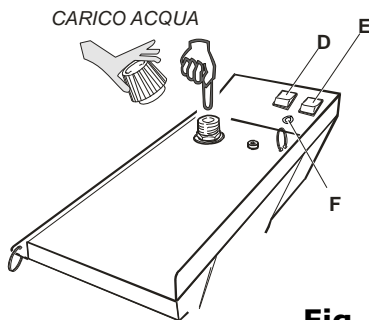
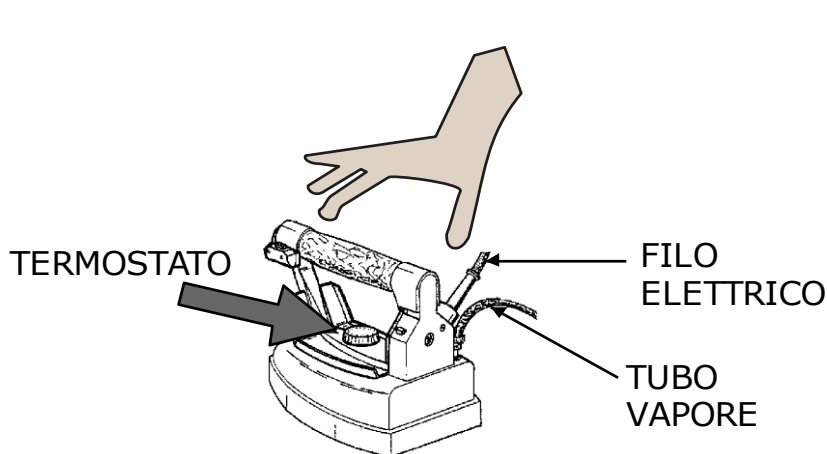

Fig. 4
Fig. 5
6. Svitare il tappo valvola dal PROMETEO (fig. 4), riempire con la quantità desiderata d'acqua la caldaia prestando attenzione che non trabocchi. Riavvitare il tappo prendendolo per la parte in plastica con l'avvertenza di non serrarlo troppo altrimenti si rovina la guarnizione (vedi capitolo 7).
8. Accendere l'interruttore della caldaia (fig. 4 E), l'interruttore del ferro (fig. 4 D) e portare il volantino termostato del ferro da stiro (fig. 5) sulla posizione "cotone".
9. Attendere che la spia caldaia si spenga (fig. 4 F), l'apparecchio raggiunge così la pressione ottimale per lo stiro.
11. Eseguite tutte le operazioni, il PROMETEO è pronto per stirare. Durante lo stiro la spia caldaia (fig. 4 F) si accende e si spegne in continuazione, segno di normale funzionamento.
12. **Mai sostituire il tappo valvola (fig. 4) con tappi di altro genere. N.B.: il tappo valvola è tarato a 4,5 bar ed inoltre ha la funzione di valvola di sicurezza.**
4. Per la stiratura a secco si può regolare il termostato (fig. 5) sulle varie posizioni, secondo il tipo di tessuto che si vuole stirare (fare riferimento quindi alle indicazioni apposte sui capi). Per lo stiro a vapore si deve regolare il termostato sulla posizione "cotone" o "lino".
A questo punto rimuovere la spina dalla presa, ruotare di 360° il tappo valvola (fig. 4) e aspettare che sia fuoriuscito l'eventuale vapore residuo. Con molta cautela, svitare e togliere il tappo e attendere 5/10 minuti.
Rifornire quindi d'acqua la caldaia in base alla necessità evitando il trabocco. Si consiglia di riempire d'acqua la caldaia servendosi di un imbuto. Riavvitare il tappo valvola (fig. 4), reinserire la spina nella presa e attendere finché non si spegne la spia caldaia (fig. 4 F). Il ferro è nuovamente pronto per stirare.
3. il tubo vapore e il filo del ferro da stiro ogni qualvolta risultino danneggiati (fig. 5);